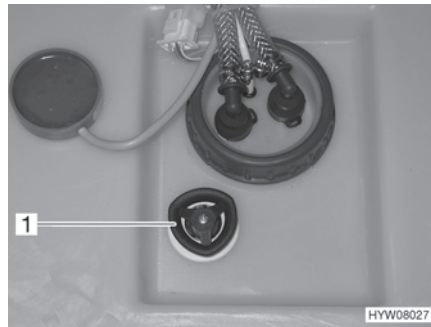

Bild 140 Wassertank mit Drehgriff
- Auf dem Wassertank den Drehgriff (Bild 140,1) entgegen dem Uhrzeigersinn über den Widerstand hinaus bis zum Anschlag drehen, um die Ablauföffnung vollständig zu öffnen.